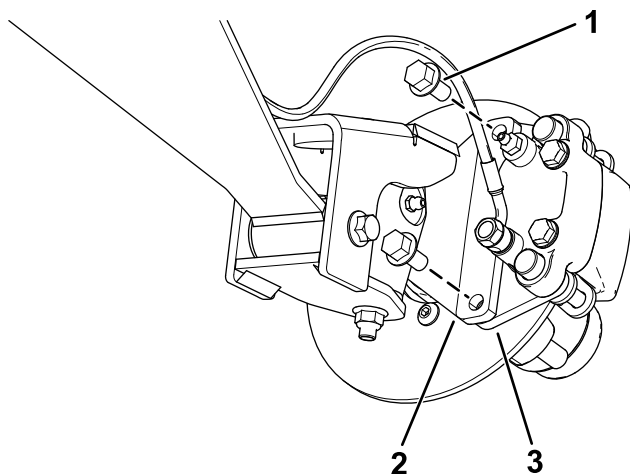
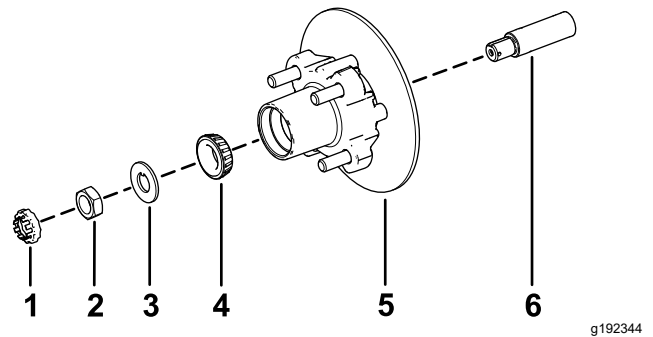

Bild 21
Bild 25
3. Entfernen Sie die Bundkopfschrauben ($\frac{3}{8}$ " x $\frac{3}{4}$ "), mit denen die Halterung für die Bremse an der Spindel befestigt ist, und nehmen die Bremse von der Spindel ab (**Bild 21**).
1. Fetten Sie die Spindel leicht mit der angegebenen Fettsorte ein (Bild 25).
2. Montieren Sie die Radnabe und den Drehzylinder an der Spindel mit dem Drehzylinder innen (Bild 25).
3. Montieren Sie das Außenlager an der Spindel und setzen das Lager auf den äußeren Lagerring (Bild 25).
4. Legen Sie die Nasenscheibe auf die Spindel (Bild 25).
5. Schrauben Sie die Spindelmutter auf die Spindel und ziehen Sie die Mutter auf ein Drehmoment von 15 N·m an, während Sie die Radnabe drehen um das Lager zu fixieren (Bild 25).
2. Fluchten Sie die Bremsbeläge mit jeder Seite des Drehzylinders (**Bild 21**) und die Löcher in der Bremsbackenhalterung mit den Löchern im Bremsenhalter des Spindelrahmens aus (**Bild 25**).
3. Befestigen Sie den Bremsbackenhalterung mit den beiden Bundkopfschrauben ($\frac{3}{8}$ " x $\frac{3}{4}$ ") am Spindelrahmen (**Bild 21**).